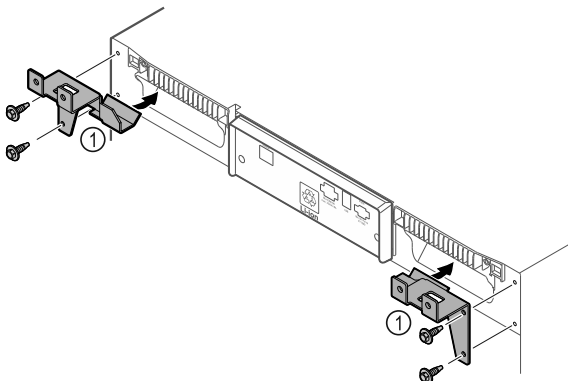

Fig. 8
- ▶ Монтувати деталі для підтримки Fig. 8 (1) з приданими гвинтами на пристрій.